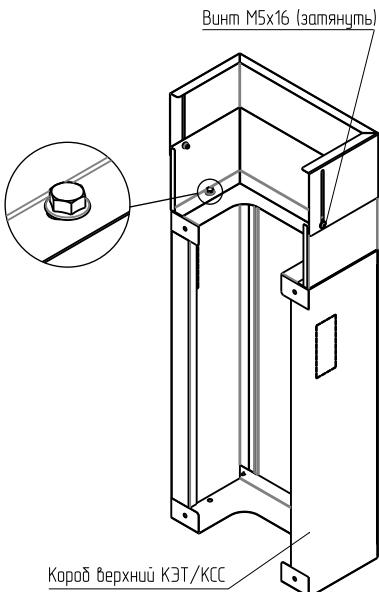

Рисунок 4
4.2 Установите компенсатор высоты на короб верхний КЭТ. Закрепите с помощью двух болтов фланцевых M6×14 и четырёх гаек M6 с фланцем (рисунок 4). Болтовое соединение согласно приложению 1.
4.3 Поднимите компенсатор высоты вверх до соприкосновения с поверхностью потолка и затяните винты M5×16 (рисунок 4).